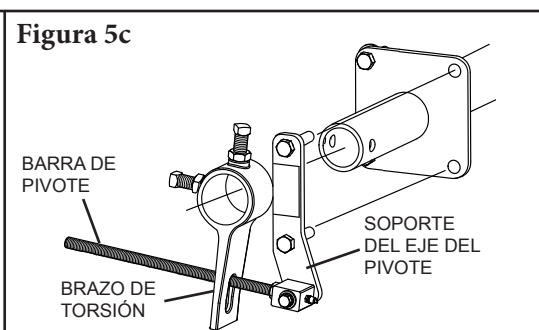

Figura 5c
6. **Instale el tensor.** Determine el lado y la posición deseados (Figura 5a) (el tensor se puede instalar en cualquier posición de 360° alrededor del eje como se muestra en la Figura 5b) y quite los dos tornillos de la placa de montaje que son necesarios para instalar el soporte eje pivote. Con la barra de pivote insertada a través del orificio con ranuras en el brazo de torsión, deslice juntos los dos componentes en el eje. Con los tornillos largos que se incluyen, ajuste el soporte del eje pivote en la placa de montaje y apriete (Figura 5c).